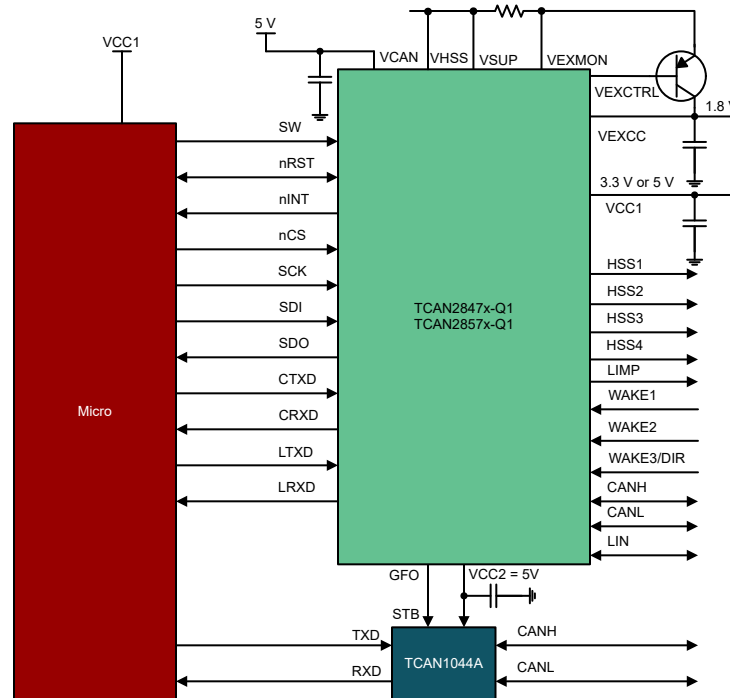

図 9-6. CAN FD トランシーバによるチャネル拡張
- TCAN2857-Q1 を 8 ピンの CAN FD トランシーバと組み合わせて使用することで、2 つの CAN FD トランシーバと 1 つの LIN トランシーバを構成できます。図 9-6 を参照してください